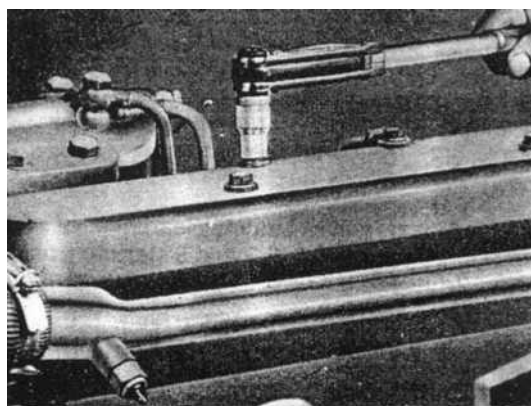

РИС. 54
- 3) Затяните эти болты в вышеуказанной последовательности с помощью динамометрического ключа с моментом 2.5 кг-м (см. рис. 54).